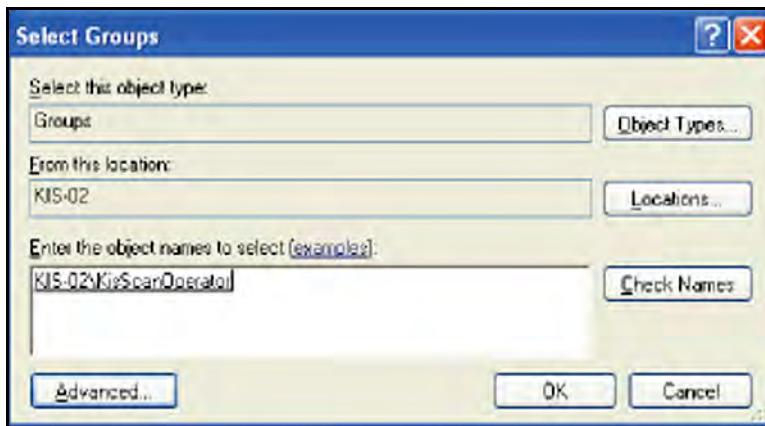

Рис. 122: Окно выбора групп с выделенной группой
11. Выделив соответствующую группу в окне *Select Groups* (*Выбор групп*) (см. Рис. 122 ниже), щелкните OK. Теперь пользователь включен в состав выделенной группы.